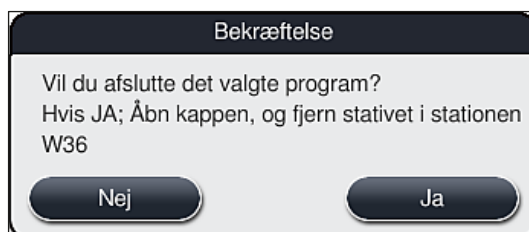

Fig. 93
5. I den følgende informationsmeddelelse (→ "Fig. 93") skal du bekræfte programafbrydelsen med knappen **Ja** eller gå tilbage til proces-statusvisningen med **Nej**.
Du skal altid følge informationen i meddelelsen (→ "Fig. 93").